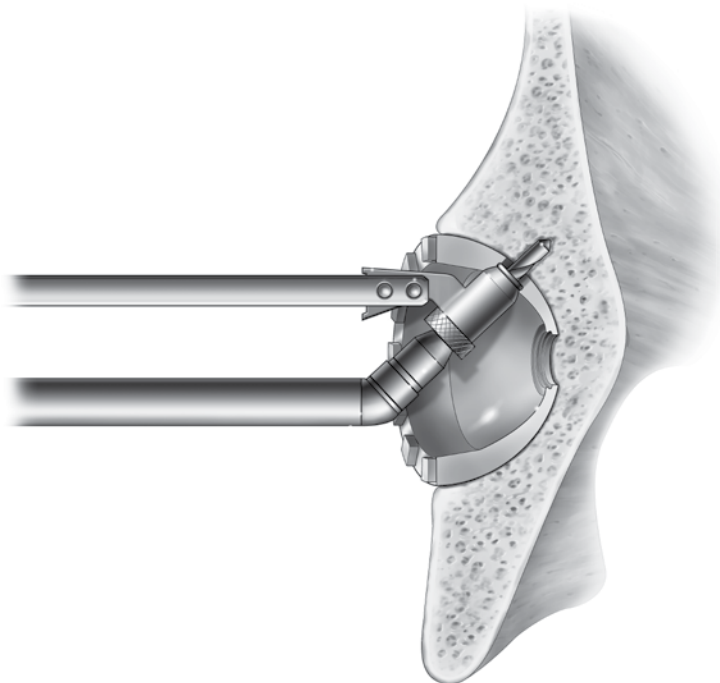

図5
6.5 mmのボーンスクリーウを使用する場合は、3.2 mmまたは4.5 mmのドリルビットを選択し、それを45度固定角ドリルシャフトまたはフレキシブルドリルシャフト(バイオネット接続)に挿入します(図5および6)。4.5 mmの辺縁スクリーウを使用する場合は、3.2 mmのドリルビットを選択してください。